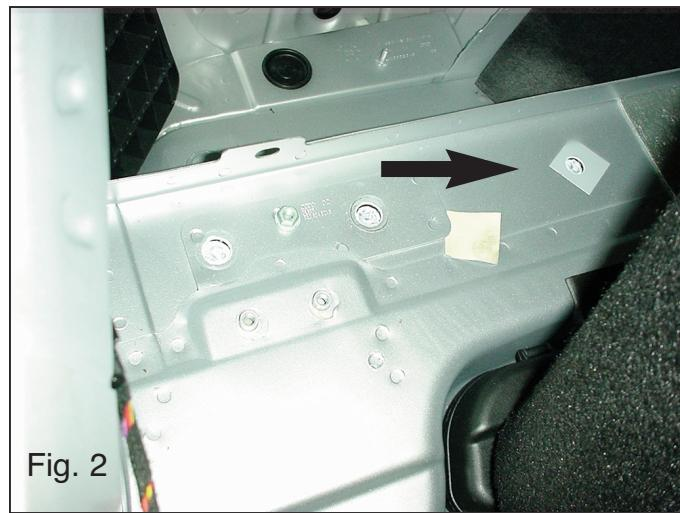
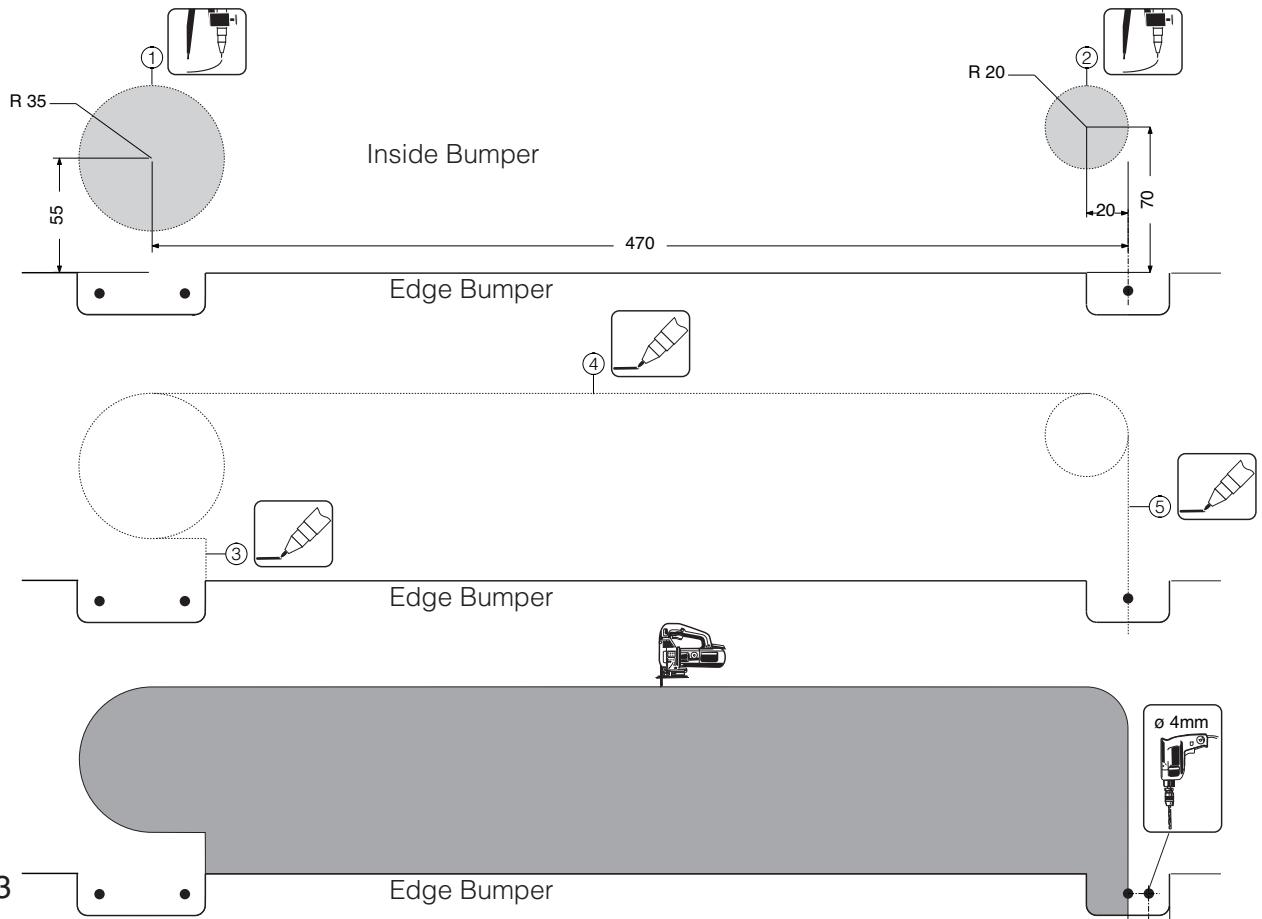
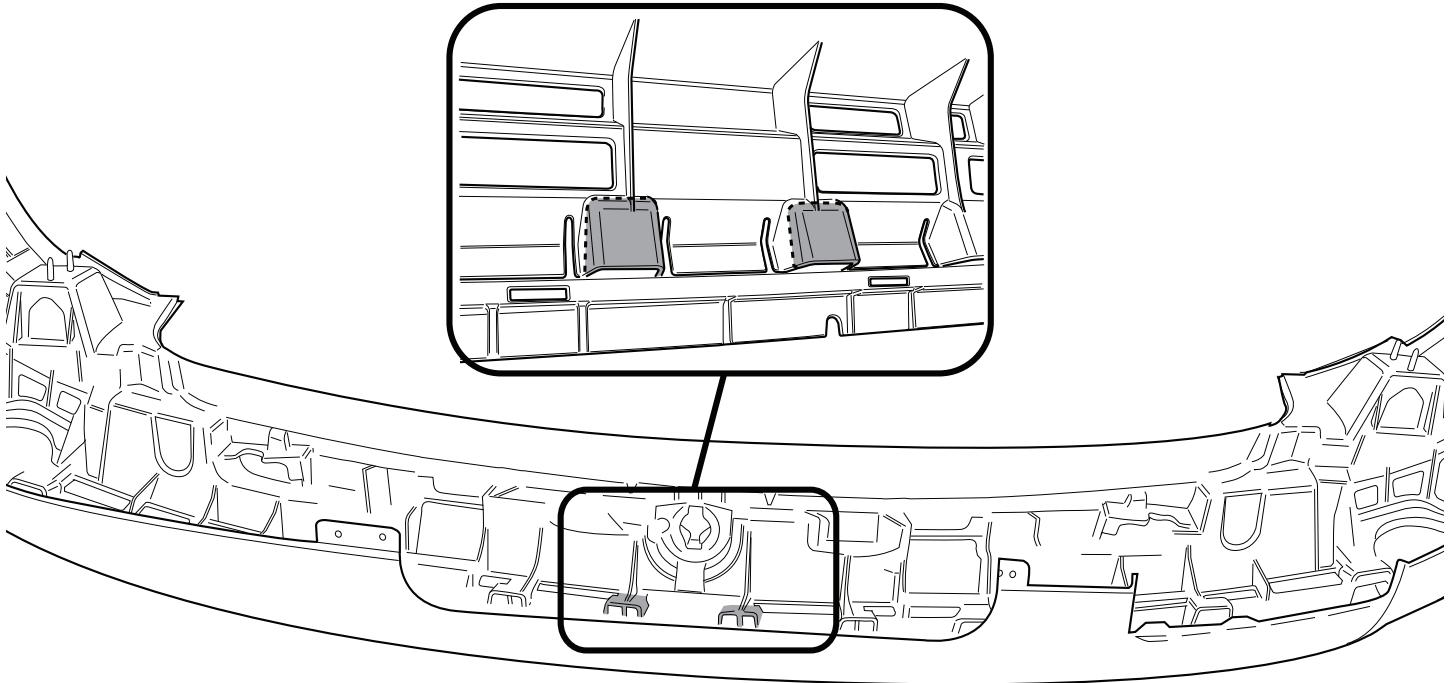

Fig. 2
Fig. 3
Fig. 4
1. Déposer le revêtement du plancher du fond. Enlever le panneau arrière en plastique et détacher partiellement le panneau latéral à gauche et à droite afin d'accéder aux points de fixation. Enlever les autocollants du fond du coffre à l'emplacement des points de fixation (voir fig. 2). Démonter le pare-chocs et détacher le bouclier thermique ainsi que la dernière attache de l'échappement. Scier au centre de la partie inférieure du pare-chocs une partie correspondant à la figure 3. Découper les parties indiquées conformément à la figure 4.
1. Avlägsna beklädnaden från golvplåten. Avlägsna bakpanelen av plast och lossa den högra och vänstra sidopanelen delvis, så att monteringspunkterna blir åtkomliga. Avlägsna klisterlapparna från monteringspunkterna i bagageutrymmets golv. (se fig. 2) Demontera stötfångaren och lossa värmeskölden och avgasrörrets bakersta fäste. Såga ut en del ur mitten av stötfångarens undersida enligt figur 3. Såga ut de angivna delarna från figur 4.
1. Fjern beklædningen i bunden. Fjern bagpanelet af kunststof og løsn det venstre og højre sidepanel, således at man kan komme til ved montagepunkterne. Fjern mærkatene ved montagepunkterne (jævnfør fig. 2) i bunden af bagagerummet. Demonter kofangeren og løsn varmeskjoldet og det yderste udstødningsophæng. Sav en del ud af kofangeren midt på undersiden jf. fig. 3. Sav de markerede dele ud ifølge figur 4.
1. Retirar el revestimiento del suelo. Retirar el panel trasero sintético y desprender parcialmente el panel lateral izquierdo y derecho, de modo que quedan accesibles los puntos de sujeción. Retirar los adhesivos del maletero a la altura de los puntos de fijación. (Véase la fig. 2).
1. Rimuovere il rivestimento dal fondo del bagagliaio. Rimuovere il pannello posteriore in plastica e staccare parzialmente i pannelli destro e sinistro, in modo da rendere accessibili i punti di fissaggio. Rimuovere gli adesivi dal fondo del bagagliaio a livello dei punti di fissaggio. (vedi fig. 2) Smontare il paraurti e staccare lo scudo termico e l'ammortizzatore più esterno del tubo di scarico. Segare via la parte indicata in figura 3 dalla parte centrale inferiore del paraurti. Segare via le parti indicate in figura 4.
1. Z podłogi należy zdjąć wykładzinę. Usunąć tylny panel wykonany z tworzywa sztucznego i poluzować prawy i lewy panel, tak by punkty montażowe były dostępne. Usunąć nalepki z dna bagażnika w punktach mocujących. (patrz rys. 2). Zdemontować zderzak i złuzować osłonę termiczną ostatniego tylnego wieszaka rury wylotowej. Wypiąć zgodnie z rysunkiem 3 odcinek w środkowej części od